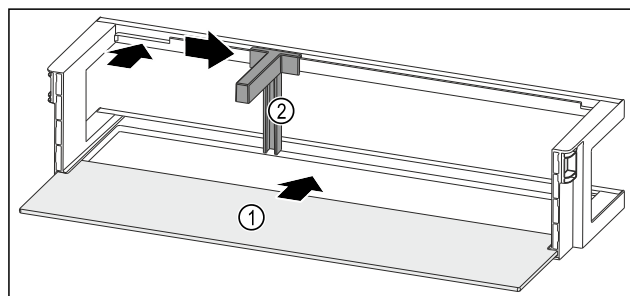

Fig. 120 Türabsteller mit Abstellfläche
- Abstellfläche Fig. 120 (1) in die seitlichen Einsparungen einschieben.
- Flaschenhalter Fig. 120 (2) in die Aussparung einsetzen.
- Flaschenhalter Fig. 120 (2) in gewünschte Position zur Seite schieben.